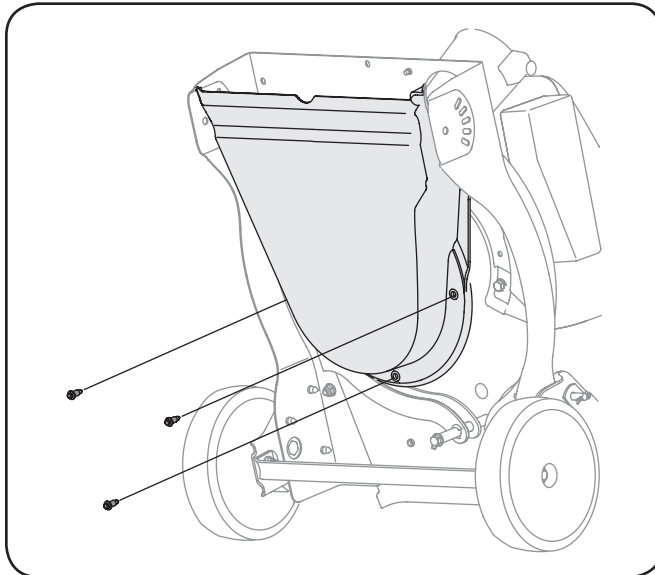

Figura 7-4
7. Inclíne la unidad con cuidado y apóyela hacia arriba para obtener acceso por la parte inferior al material de montaje del pico y al motor. Retire los tres tornillos con reborde que aseguran el pico de plástico negro a la caja inferior. Consulte la Figura 7-4.